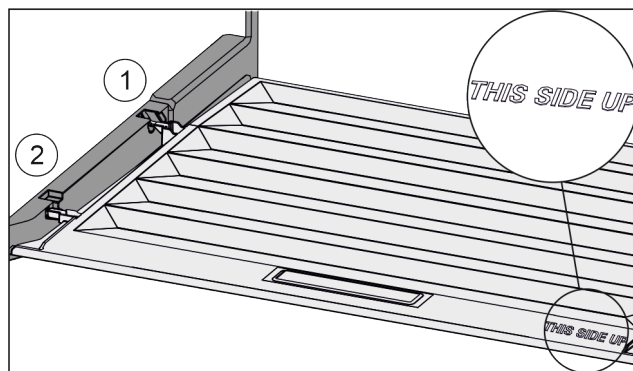

Fig. 41
- ▶ 从后部固定支架 Fig. 41 (1)开口导入桥形接片并卡入固定支架 Fig. 41 (2)的前端。